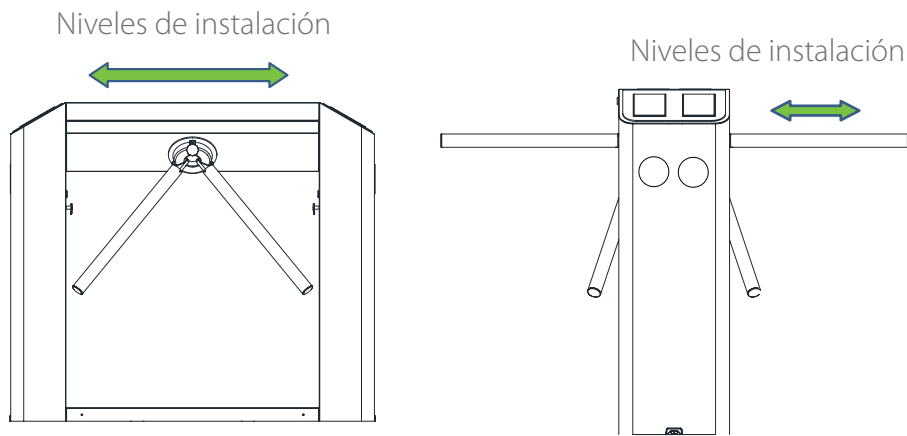

Figura 3-5
3. Coloque el torniquete en la placa base y fije los tornillos. Aplique el pegamento en los tornillos antes de utilizarlos y use los empaques para asegurar la dirección del torniquete. Si el torniquete no se encuentra a nivel podrá usar los empaques para ajustarlo. Vea la figura 3-5.